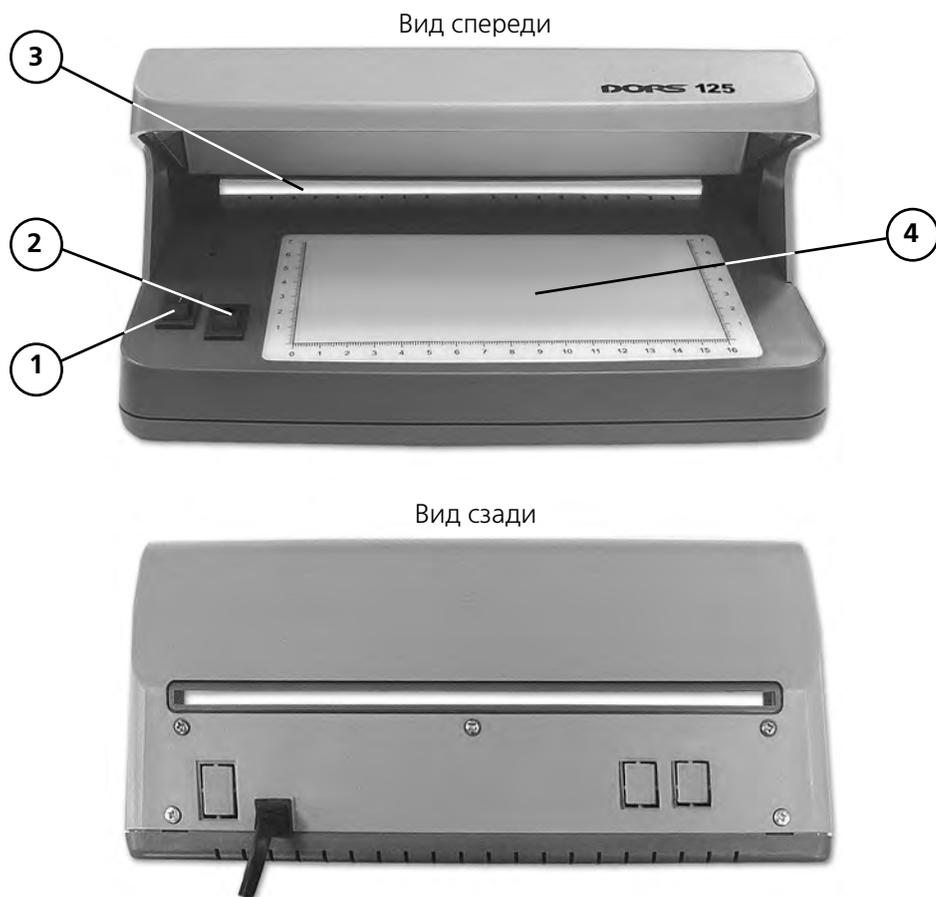
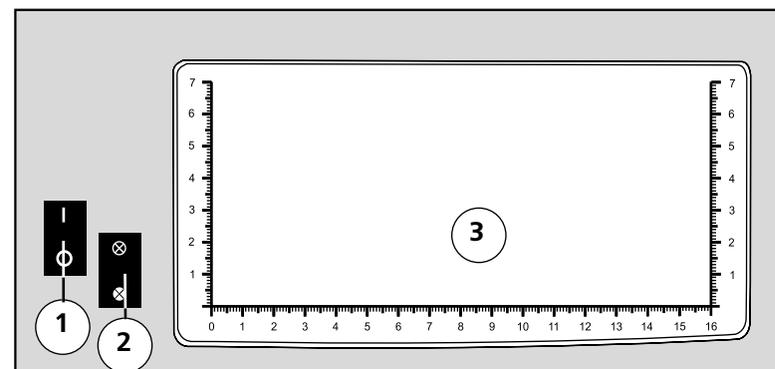

Рис. 1
Рис. 2.
1. Подключите детектор к сети (220 В, 50 Гц). Включите детектор нажатием клавиши выключателя «Сеть» на передней панели (рис. 1, поз. 1) – просмотровая зона (рис. 2, поз. 3) осветится синим или белым светом, в зависимости от положения переключателя "УФ/белый свет".
детектора (рис. 2, поз. 2) выберите необходимый режим работы:
2. Расположите одну или несколько банкнот на передней панели детектора в просмотровой зоне (рис. 2, поз. 3).